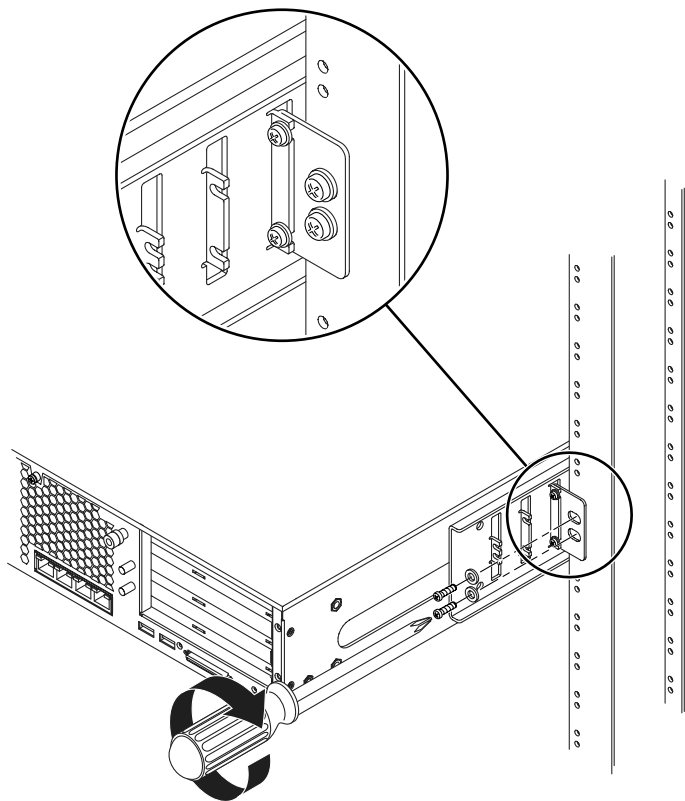

图 3-35 将后端固定片固定到机架上
- d. 用两颗螺钉，将后端固定片的另一侧固定到支柱背面（图 3-35）。